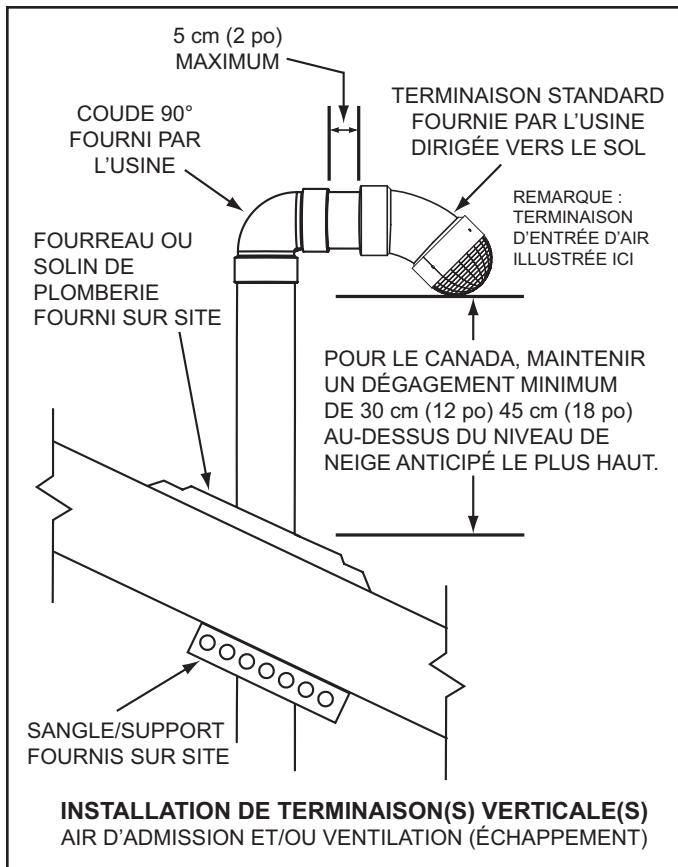
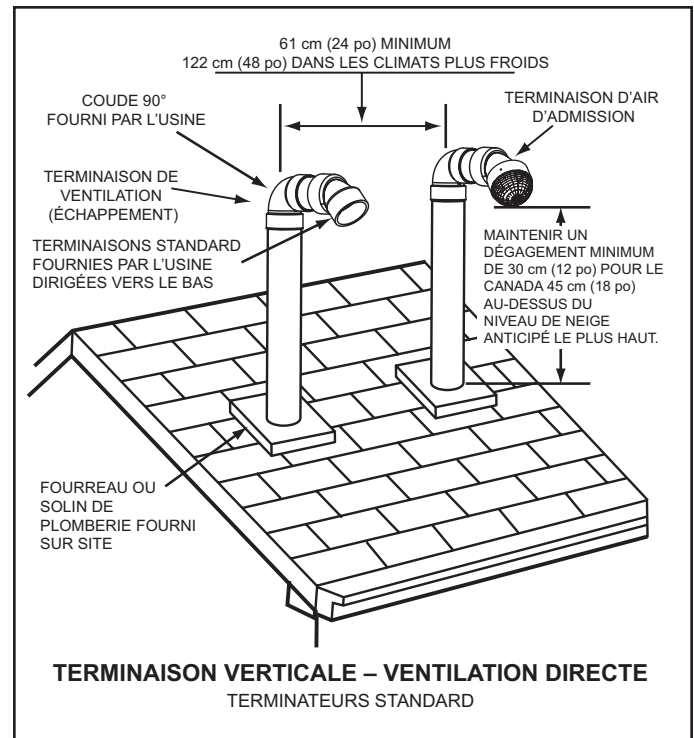
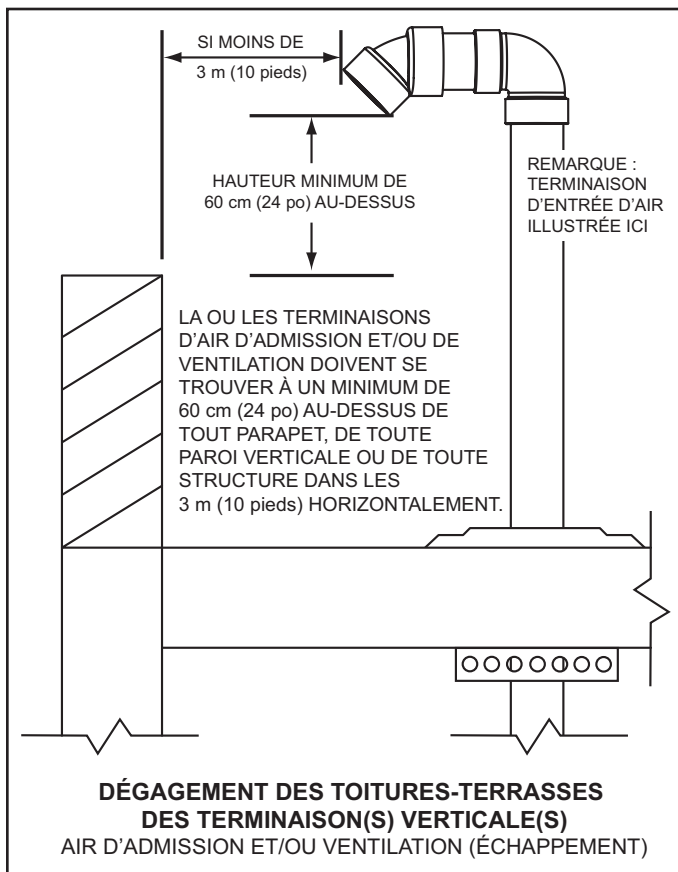

Figure 23
Figure 25
Figure 24
2. Pour installer uniquement la tuyauterie de ventilation (évacuation) dans une configuration de ventilation à air pulsé verticalement à travers le toit, s'assurer que toutes les exigences de dégagements verticaux extérieurs illustrées aux Figure 23 et Figure 24 à la page 28 sont bien maintenues. Ces dégagements et ceux cités par les codes locaux et nationaux doivent être maintenus.
REMARQUE : Sur les installations sur toits-terrasses, la terminaison de ventilation doit être d'un minimum de 60 cm (24 po) au-dessus de tout parapet, tout mur vertical ou toute structure à moins de 3 m (10 pi) horizontalement. Voir la Figure 24 à la page 28.
3. Pour installer la tuyauterie d'entrée d'air et celle de ventilation dans une configuration de ventilation directe verticalement à travers le toit, s'assurer que toutes les exigences de dégagements verticaux extérieurs illustrées aux Figure 23 et Figure 24 à la page 28 sont bien maintenues. Ces dégagements et ceux cités par les codes locaux et nationaux doivent être maintenus.
REMARQUE : Sur les installations sur toits-terrasses, les terminaisons d'entrée d'air et de ventilation doivent être d'un minimum de 60 cm (24 po) au-dessus de tout parapet, tout mur vertical ou toute structure à moins de 3 m (10 pi) horizontalement. Voir la Figure 24 à la page 28.
La terminaison de ventilation doit être orientée vers le bas comme l'indiquent les Figure 23 et Figure 24 à la page 28.
Le chant inférieur de la terminaison de ventilation doit être d'un minimum de 30 cm (12 po), 45 cm (18 po) au Canada, au-dessus de la moyenne ou du niveau de neige prévu comme l'indique la Figure 23 à la page 28.
Les tuyaux d'entrée d'air et de ventilation doivent pénétrer le même côté du toit comme l'indique la Figure 25 à la page 28.
Les terminaisons d'entrée d'air et de ventilation doivent être dirigées vers le bas et dans le même sens comme l'indique la Figure 25 à la page 28.
Les terminaisons d'entrée d'air et de ventilation doivent avoir une séparation minimum de 61 cm (24 po) mesurée sur la ligne médiane comme l'indique la Figure 25 à la page 28. Dans les climats plus froids, cette séparation doit être augmentée d'au moins 122 cm (48 po).
Le chant inférieur des terminaisons d'entrée d'air et de ventilation doit être d'un minimum de 30 cm (12 po), 45 cm (18 po) au Canada, au-dessus de la moyenne ou du niveau de neige prévu comme l'indiquent les Figure 23 et Figure 25 à la page 28.
La distance entre les terminaisons de ventilation et d'entrée d'air les plus proches doit être d'un minimum de 61 cm (24 po) comme l'indique la Figure 25 à la page 28. Dans les climats plus froids, cette séparation doit être augmentée d'au moins 122 cm (48 po).
8. Suspendre le ou les tuyaux par le centre du trou à l'aide d'un cerclage en métal ou de matériaux de support équivalents comme l'indique la Figure 23 à la page 28.
9. Faire glisser un fourreau de toit ou un solin équivalent sur le tuyau et sécuriser le fourreau ou le solin équivalent au toit et sceller autour du solin comme l'indiquent les Figure 23, Figure 24 et Figure 25 à la page 28.
10. Installer la ou les terminaisons d'entrée d'air et/ou de ventilation fournies sur le site à l'aide du tuyau fourni sur le site et d'un coude à 90° fourni sur le site comme l'indique la Figure 23 à la page 28. La section courte du tuyau qui connecte le coude à 90° fourni sur site et la terminaison fournie par l'usine ne doit pas être d'une longueur excessive. La portion exposée de ce tuyau sera inférieure à 5 cm (2 po), voir Figure 23 à la page 28.